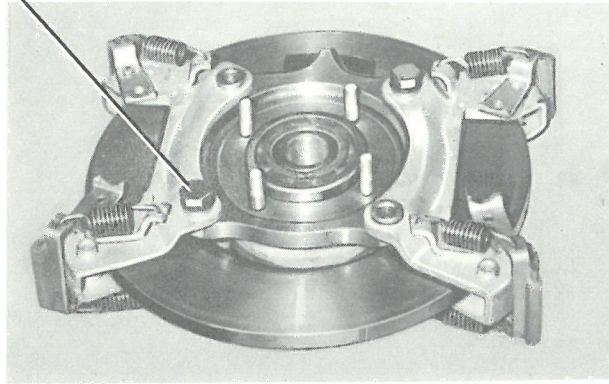

Fig. F-1 - Vue de l'ensemble frein-disque après dépose
- 8 ) - Dégager l'ensemble disque-moyeu-chapes ( Fig. F-1 à F-3 ).
- 9 ) - Déposer les deux vis ( Fig. F-1 ) ( clé à pipe de 17 ) et dégager les chapes ( Fig. F-2 ), puis le support de chapes ( Fig. F-3 ).